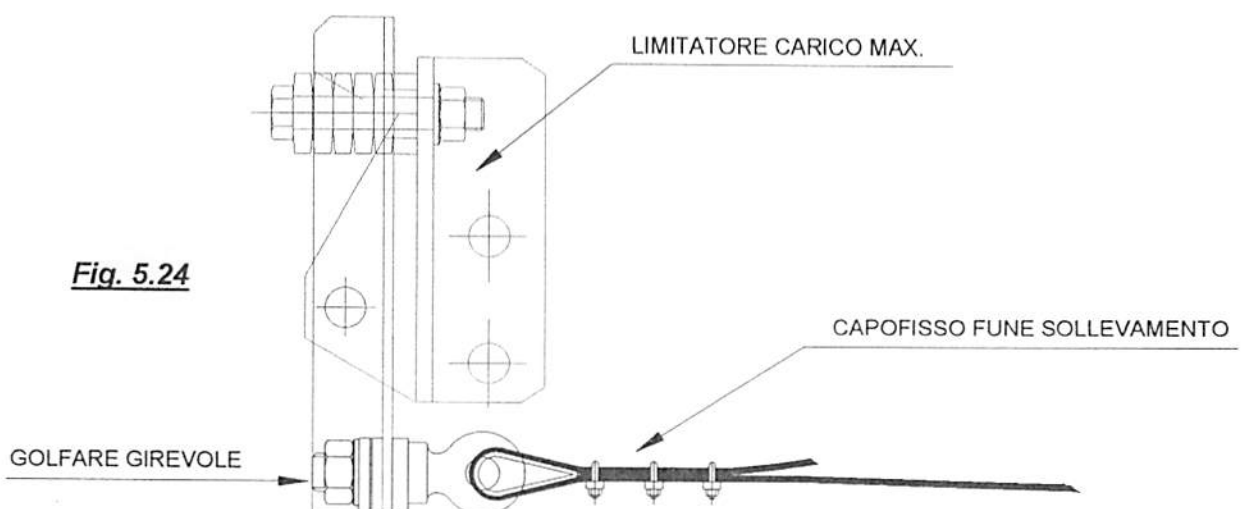

Fig. 5.24
- ◆ Completare poi il montaggio della fune eseguendo il capofisso al piede del braccio tramite redancia + morsetti, così come indicato in Fig. 5.24, collegandosi al golfare girevole con cuscinetto reggispira e fermato da un dado nella parte posteriore, montato sul limitatore di carico max. (vedi § 1.7.1 - fig. 1.20 - part. 2).